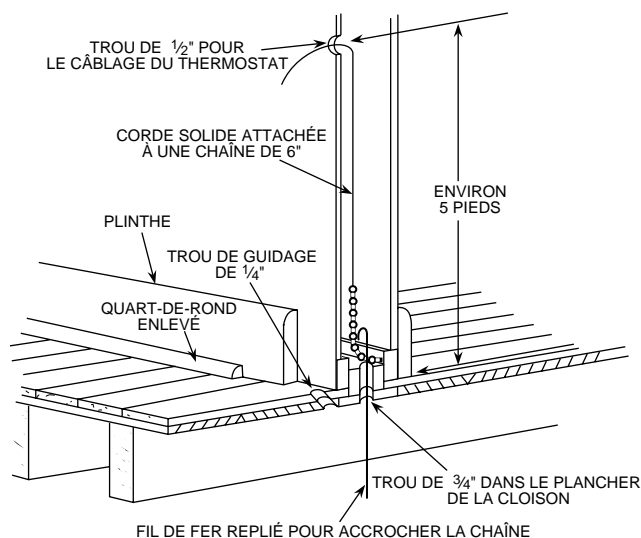

Figure 1. Acheminement du câblage au site
3. Assurez-vous qu'il n'y a pas d'obstacle dans le mur avant d'y percer un trou de ½" à l'endroit choisi. Enlevez ensuite le quart-de-rond et percez un petit trou de guidage (figure 1). Au sous-sol, percez un trou de ¾" dans le plancher de la cloison, à côté du trou de guidage. Dans les bâtiments sans sous-sol, percez le trou de ½" dans le plafond, entre les parois de la cloison (figure 1).